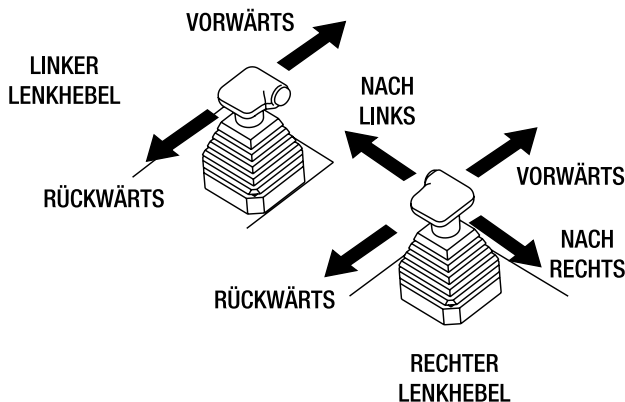

Abb. 11. Linker und rechter Lenkhebel
Die Lenkung des HHX-Aufsitz-Flügelglätters erfolgt über zwei links und rechts des Fahrersitzes angeordnete Lenkhebel (Abb. 11). Tabelle 4 zeigt die verschiedenen Richtungspositionen der Lenkhebel und deren Auswirkung auf das Gerät.
- Rechten und linken Lenkhebel nach vorne drücken, siehe Abb. 11.